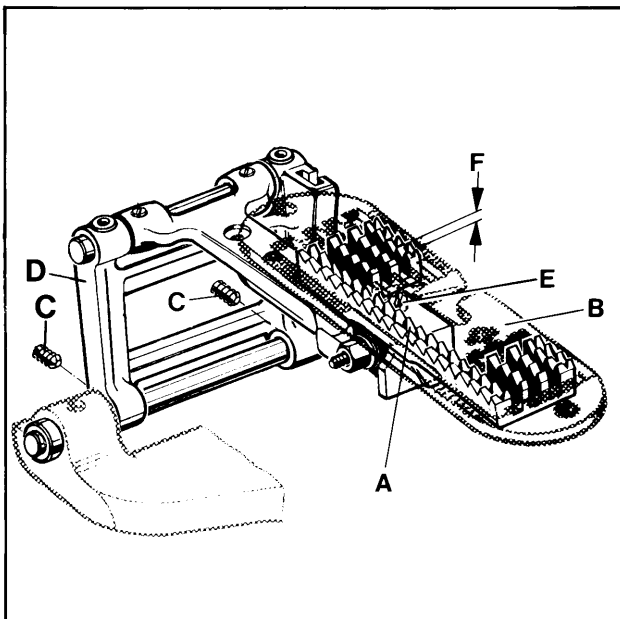

Fig. 15
The lower feed dog (A, Fig. 15) should center laterally in the slots of throat plate (B). If an adjustment is necessary loosen the two (set) screws (C) and move feed rocker (D) to the left or right as required. Retighten (set) screws (C).
At highest point of feed travel the rear teeth of the feed dog (A, Fig. 15) should just project their full depth (F) above the top surface of throat plate.
Der untere Transporteur (A, Fig. 15) muß in den Schlitzen der Stichplatte (B) seitlich vermittelt sein. Ist eine Einstellung notwendig lösen Sie die beiden Gewindestifte (C) und schieben den Transportantriebsrahmen (D) nach Bedarf nach links oder rechts. Ziehen Sie die Gewindestifte (C) wieder an.
Im höchsten Punkt der Transportbewegung sollen die hinteren Zähne des Transporteurs (A, Fig. 15) gerade eine Zahnhöhe (F) über die Stichplattenoberfläche ragen.